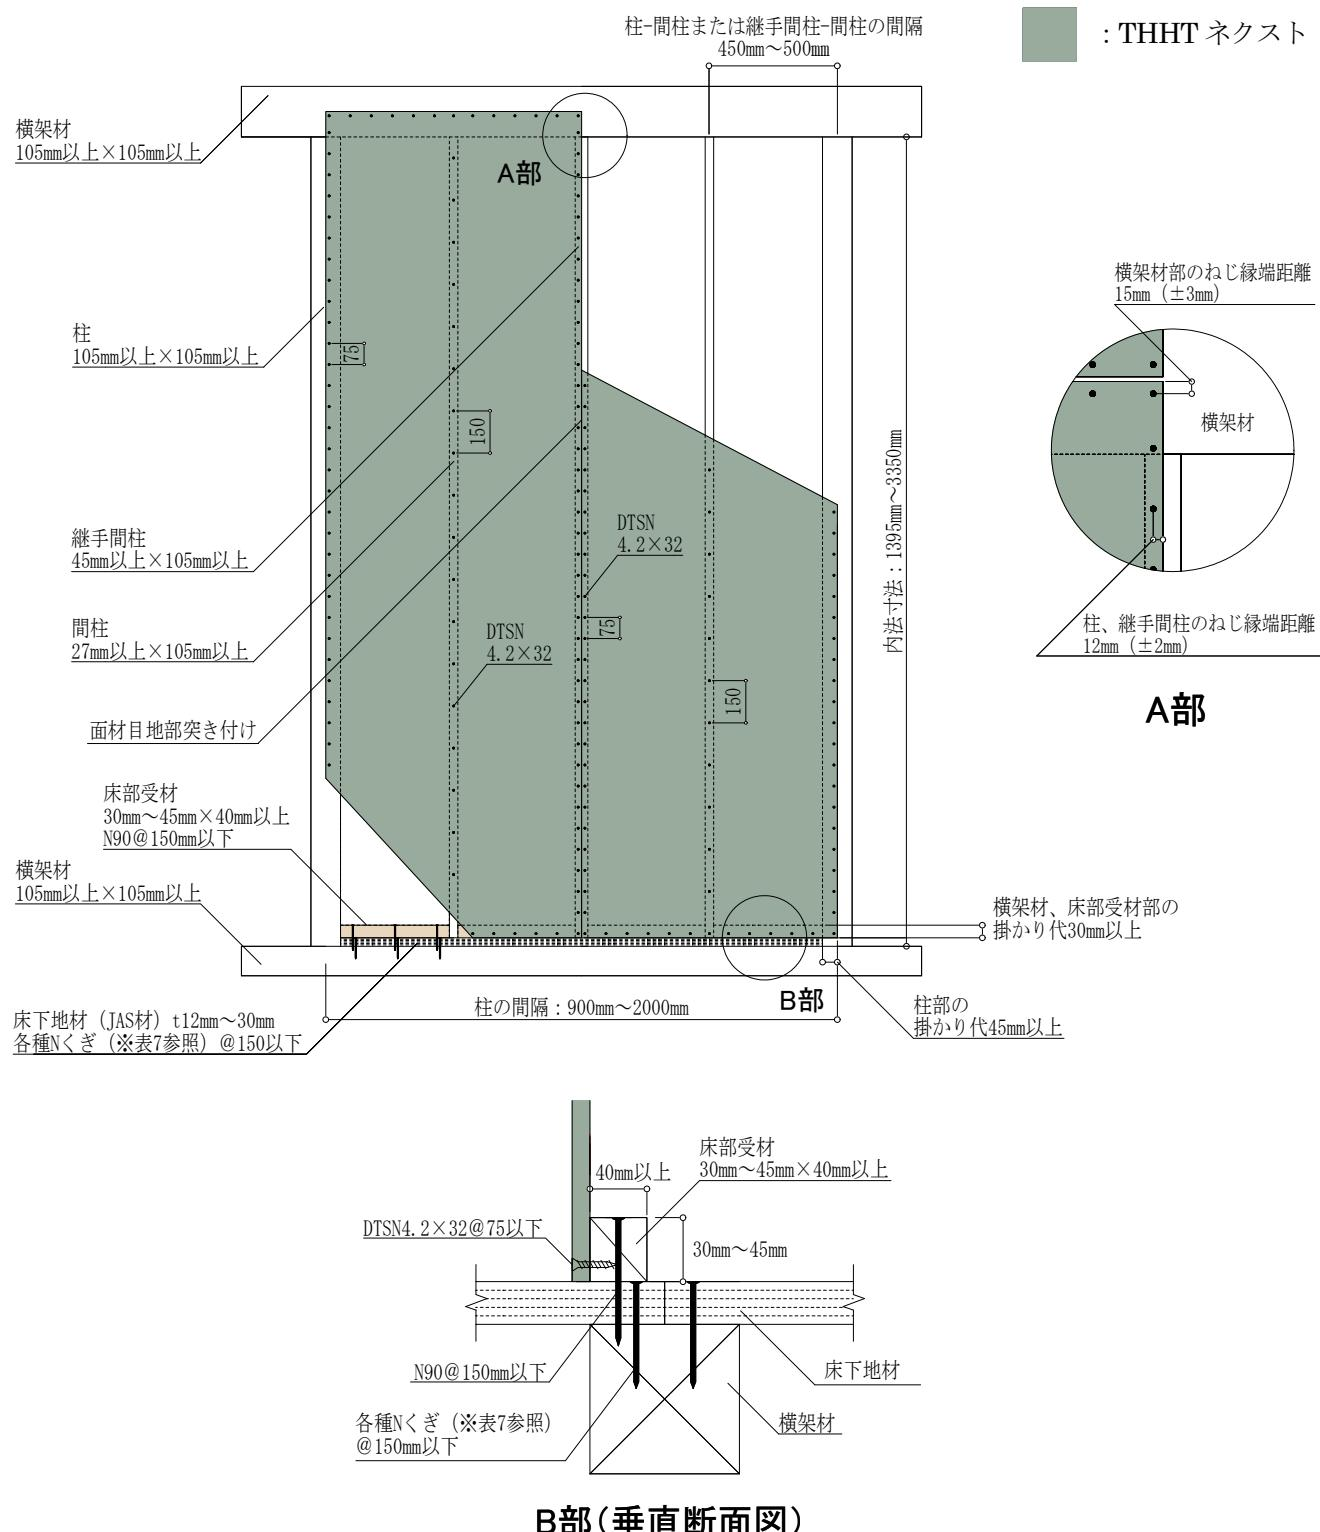

図6 床勝ち仕様 (FRM-0737 : 3.0 倍) 施工概略図 (2P の場合)
施工においては、図6および注意事項に記載の内容を遵守してください。
- ・THHT ネクストは、原則 1 枚張りとします。縦継ぎ張りについては、P30 「⑦縦継ぎ張りについて」をご確認ください。
- ・図 6 は 2P の施工例となっておりますが、1P の場合も耐力壁とできます。